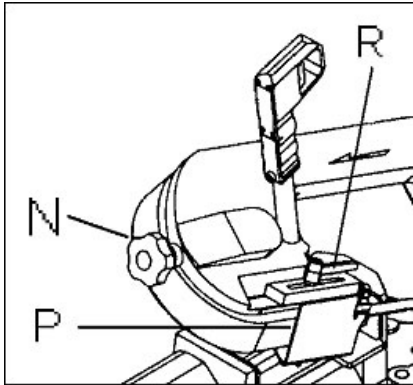
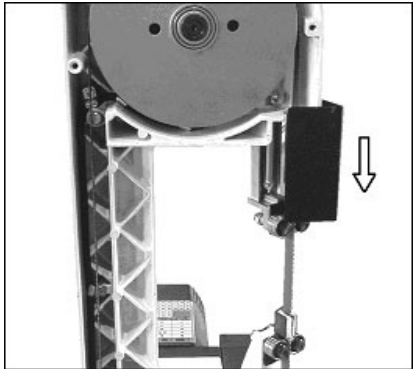

Рис. 4
Рис. 5
Ослабьте фиксирующую рукоятку (R, рис. 4) и опустите направляющую полотна (P) как можно ниже (Рис.5).
Ослабьте фиксирующую рукоятку (R, рис. 4) и опустите направляющую полотна пилы как можно ближе к заготовке.